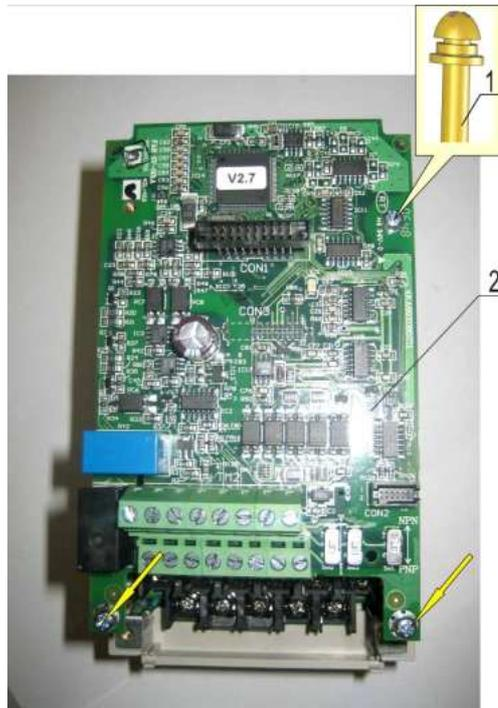

Рис. 6.5
6.4.1. Открутить три винта 1, снять плату 2 (рис. 6.5). Положить винты и плату в тару.